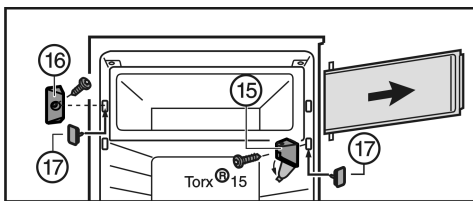

Fig. 6
- ▶ Afdekking aan lagerbus Fig. 6 (15) wegklappen.
- ▶ Lagerbus Fig. 6 (15) met de vakdeur losdraaien.
- ▶ Sluitstuk Fig. 6 (16) losdraaien.
- ▶ De vrij geworden gaten met de meegeleverde stoppen Fig. 6 (17) sluiten.